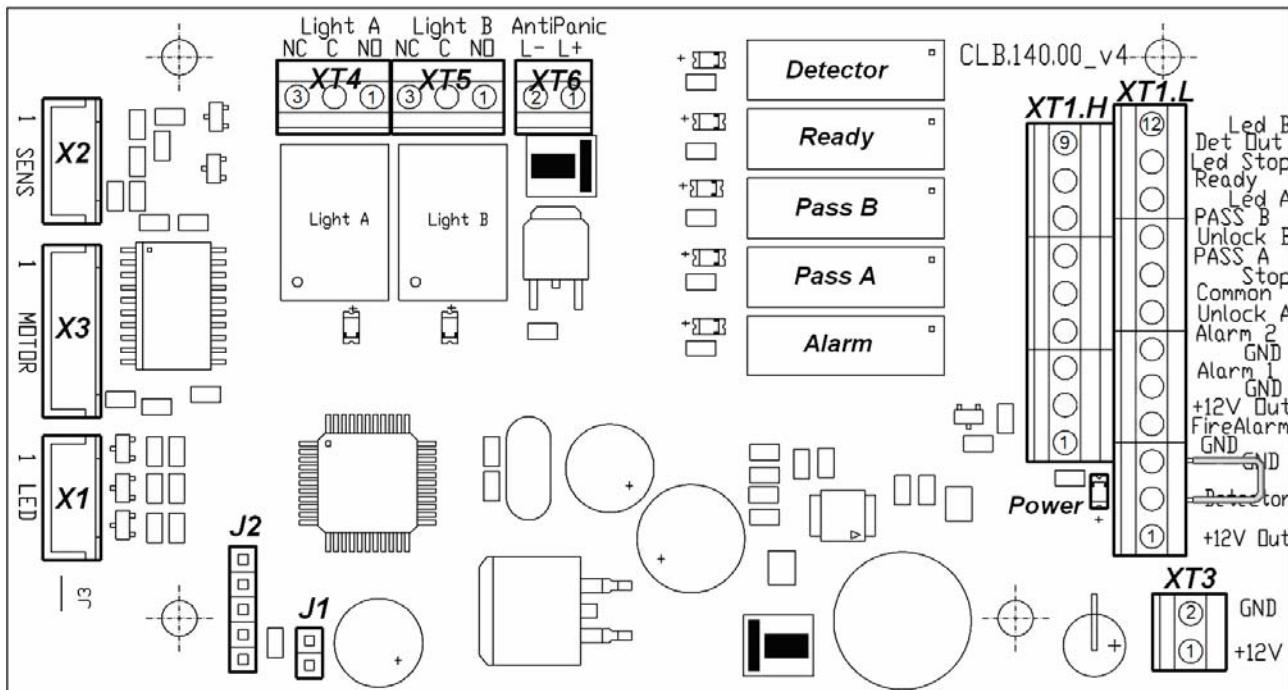

Рисунок 4. Внешний вид платы управления
Общий вид платы управления показан на рис. 4. На плате расположены:
Подключение указанных устройств производится в соответствии со схемой электрических соединений (см. рис. 4 и 12) к выносной клеммной колодке **XS1**, на которую выведены контакты с клеммных колодок **XT1.L** и **XT1.H** платы управления. Подключение осуществляется с помощью кабеля (14).
Факт срабатывания/отпускания реле *PASS A*, *PASS B*, *Ready*, *Detector* и *Alarm* можно определить по загоранию/ гашению красных индикаторов, которые установлены вблизи указанных реле (см. рис. 4).
Режим управления определяется наличием перемычки на разъеме *J1* на плате управления. Расположение разъема показано на рис. 4. Перемычка установлена – импульсный режим управления, перемычка снята – потенциальный режим управления. При поставке перемычка установлена.
Подключение ДКЗП производится к контактам, клеммной колодке **XT1.L**, а сирены – к клеммной колодке **XT1.H** платы управления согласно схеме электрических соединений (см. рис. 4 и 12).
На контакты *Det Out* и *Common* клеммной колодки **XT1.H** платы управления (см. рис. 4) всегда транслируется сигнал о текущем состоянии ДКЗП.
Подключение устройства *Fire Alarm*, производится в соответствии со схемой электрических соединений (см. рис. 4 и 12) к контактам *Fire Alarm* и *GND* выносной клеммной колодки **XS1**, на которую выведены контакты с колодки **XT1.L** платы управления. Если вход *Fire Alarm* не используется, то необходимо установить перемычку между контактами *Fire Alarm* и *GND*. При поставке данная перемычка установлена. Работа турникета по командам устройства *Fire Alarm* описана в разд. 5.10.
Выносные индикаторы подключаются на клеммные колодки **XT4 (Light A)** и **XT5 (Light B)**. При этом реле *Light A* (*Light B*) активизировано (на его обмотку подано напряжение), когда горит соответствующая данному направлению прохода зеленая стрелка на блоке индикации, и нормализовано (на его обмотку напряжение не подано), когда соответствующая данному направлению прохода зеленая стрелка на блоке индикации не горит. Факт срабатывания / отпускания реле *Light A* и *Light B* можно определить по загоранию/ гашению красных индикаторов, которые установлены вблизи указанных реле (см. рис. 4).